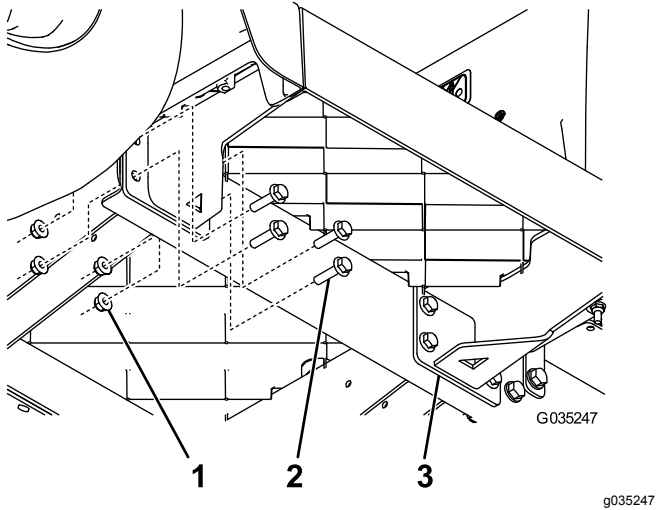

Figura 5
4. Instale um novo suporte da placa do piso com oito parafusos de cabeça flangeada (5/16 pol. x 1¼ pol.) e oito porcas flangeadas (5/16 pol.), como se mostra na Figura 5.
6. Instale o outro novo suporte da placa do piso utilizando oito parafusos de cabeça flangeada (5/16 pol. x 1¼ pol.) e oito porcas flangeadas (5/16 pol.), como se mostra na Figura 5.